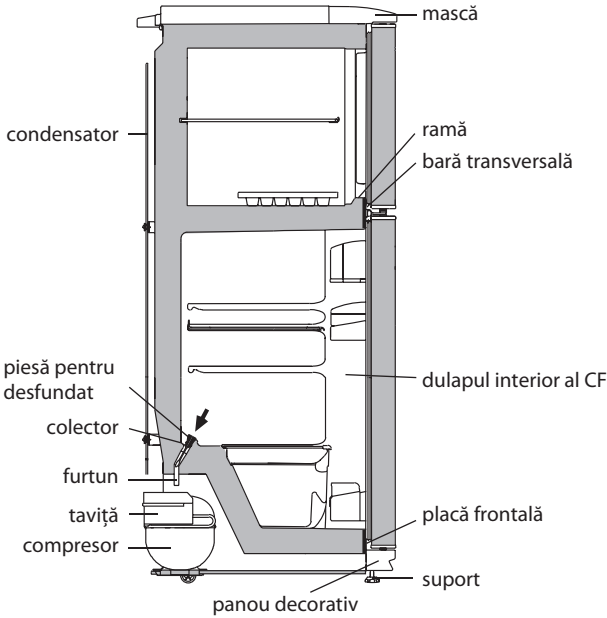

Figura 4 — Schema scurgerii apei provenite din dezghețarea CC
2.2.1 În CF funcționează un sistem automat de dezghețare. Bruma, care apare pe pereții din spate a CF, după deconectarea compresorului care lucrează în ciclu, se topește și se transformă în picături de apă. Picăturile de apă provenite din dezghețare se scurg în colector, apoi prin gaura acestuia și prin furtun - în taviță de pe compresor, în conformitate cu figura 4 și se evaporă.
Prezența apei în colector indică înfundarea sistemului de drenaj. Pentru eliminarea înfundării folosiți piesa corespunzătoare și curățați gaura colectorului, astfel ca apa să se scurgă liber în taviță, apoi spălați piesa și instalați-o în conformitate cu figura 4.
SE INTERZICE să exploatați frigiderul cu sistemul de scurgere înfundat. Apa care a apărut pe fundul CF sau care a ajuns în locul de alăturare a barei transversale și a dulapului interior al CF, în conformitate cu figura 4, poate provoca coroziunea dulapului exterior al frigiderului și elementelor agregatului
ATENȚIE! Nu permiteți scurgerea apei provenite din dezgheț din CC la decongelarea și curățarea acestuia, deoarece ea, pătrunzând în locul de alăturare a barei transversale și a ramei CC, în conformitate cu figura 4, poate provoca coroziunea dulapului exterior al frigiderului și a elementelor agregatului frigorific, defectarea izolației termice, formarea crăpăturilor ramei și defecțiunea dulapului frigiderului.